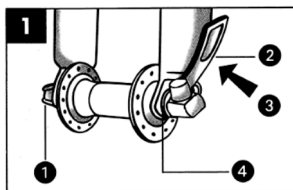

Abb. 1 Schnellspanner geschlossen: 1 Einstellkonus · 2 Schnellspannhebel · 3 geschlossen · 4 Sicherungsnase
1. Sind beide Laufräder korrekt und fest montiert? Prüfen Sie Schnellspanner bzw. Achsmuttern (Abb. 1–3).